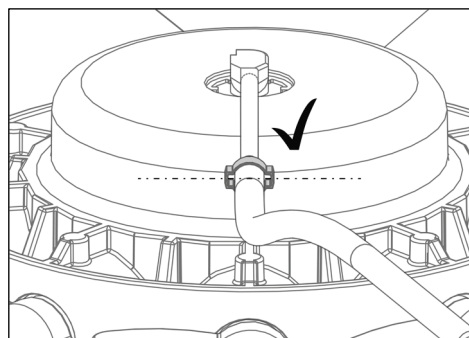

Fig. 18
- 10) Anbring slangeklemmen som vist på Fig. 18.